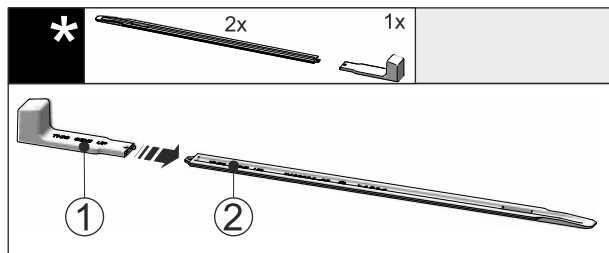

Fig. 47
- Insertar el tirador de montaje Fig. 47 (1) en el riel de nivelación Fig. 47 (2).